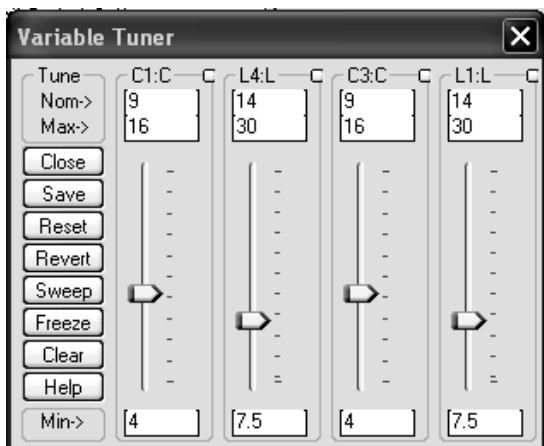

Рис. 2.14
7. Выберите **Simulate>Tune** в выпадающем меню или щёлкните по значку **Tune** на панели инструментов. Откроется диалоговое окно **Variable Tuner** (Блок настройки переменных), показанное на рис. 2.14.